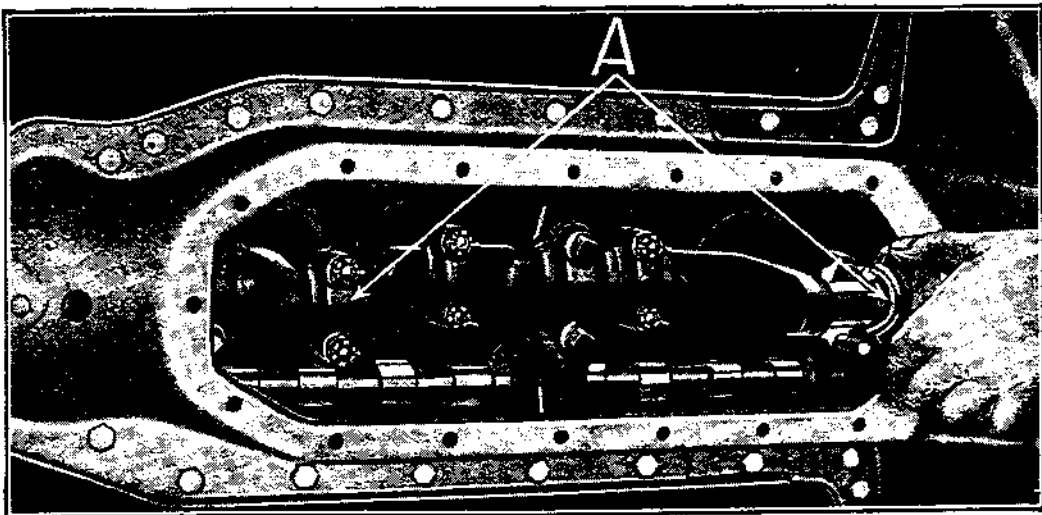

Fig. 229
**383** — Démontez les chapeaux des têtes de bielles (voir A, fig. 229) des bielles No 1 et No 4 en dévissant les écrous de serrage. Avant de démonter les chapeaux, vérifiez que les bielles et les chapeaux soient bien marqués. Lorsque les bielles sont montées à l'usine dans les moteurs, elles sont marquées d'autant de traits de lime que le nombre du cylindre dans lequel elles sont montées.